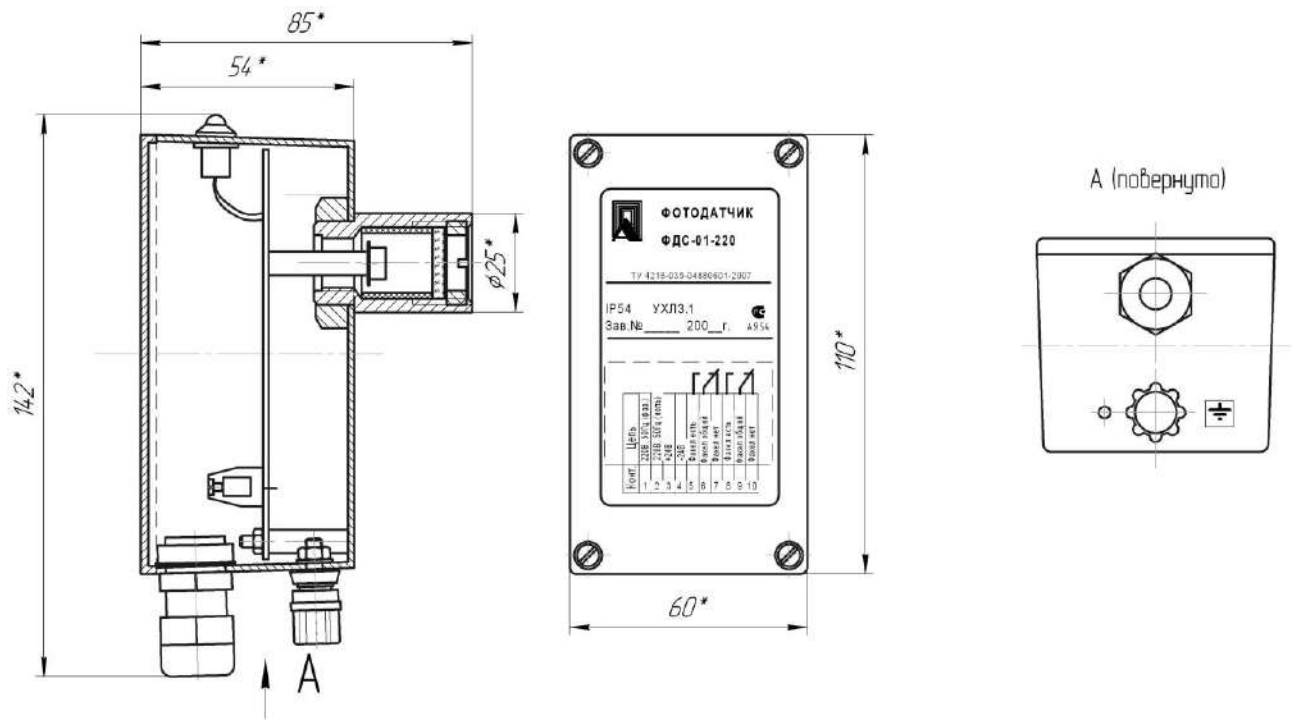

Рис.2 Конструкция фотодатчика
7.3. На корпусе расположен заземляющий зажим, поз.6 Рис.2., отмеченный знаком заземления.
9.1.2. Механическое крепление фотодатчика на объекте возможно на любой плоскости монтажным фланцем с обдувом воздухом Рис.4, с помощью винтов и гаек М5 или иным способом, используя установочный размер $\varnothing 25$ бленды поз.9 Рис.2.
10.2. При эксплуатации техническое обслуживание сводится к регулярному (в зависимости от запыленности помещения) поддержанию чистоты защитного окна, поз.3 Рис.2 и ежедневной проверке фотодатчика на функционирование в составе основного оборудования по состоянию светового индикатора.